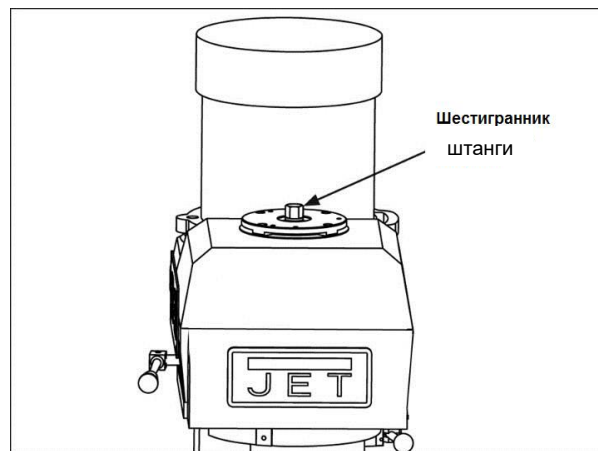

Рисунок 14
1. Ослабьте штангу, повернув его на два - три оборота (против часовой стрелки) прилагаемым ключом за шестигранник (Рис. 14).